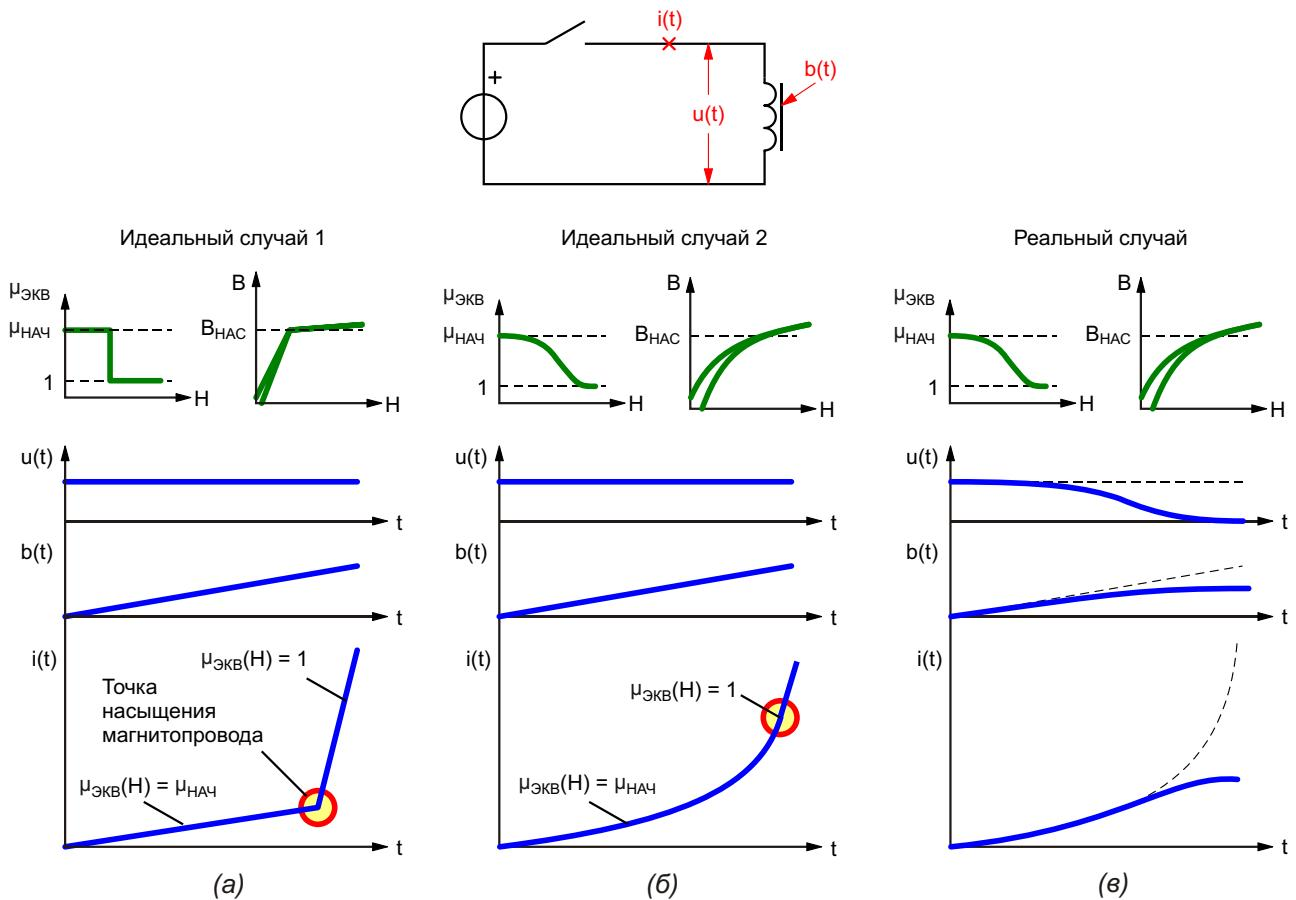

Рисунок 17. Формы напряжения, тока и индукции в различных случаях.
Как это явление влияет на токи обмоток? Рассмотрим вначале идеальный случай. Представим себе, что у нас есть источник напряжения, способный обеспечить нагрузку бесконечно большим током при неизменном напряжении на выходе. Подключим к нему дроссель с единственной обмоткой, число витков которой равно N , а активное сопротивление равно нулю (Рисунок 17). Также будем считать, что в момент подключения к источнику напряжения магнитопровод размагнчен.
Например, пусть эквивалентная магнитная проницаемость $\mu_{\text{ЭКВ}}$ изменяется резко (Рисунок 17а), что произойдет в схеме? Сразу после замыкания ключа ток в обмотке дросселя начнет линейно увеличиваться с относительно небольшой скоростью. Но как только магнитная индукция $b(t)$ достигнет величины насыщения $B_{\text{НАС}}$, из-за резкого уменьшения $\mu_{\text{ЭКВ}}$ произойдет скачкообразное
Если магнитопровод выполнен из материала, не имеющего резких перегибов кривой намагничивания (Рисунок 17б), то процессы будут аналогичны, только скорость нарастания тока будет увеличиваться не так стремительно. Но все равно, рано или поздно наступит момент, когда ток в обмотках начнет нарастать с той же самой скоростью, что и при отсутствии магнитопровода.
В реальности же все немного проще (Рисунок 17в). Неидеальность источника питания и наличие активного сопротивления обмотки приведут к «просадке» эквивалентного напряжения, подводимого к обмотке. Это, согласно формуле (39), приведет к уменьшению скоростей нарастания $b(t)$, $h(t)$ и $i(t)$. Если не принять никаких мер, то рано или поздно падение напряжения на активных сопротивлениях станет равным U , напряжение на выводах обмотки (эквивалентное), согласно второму закону Кирхгофа, станет равным нулю, что приведет к остановке нарастания индукции, напряженности магнитного поля и тока, а вся система перейдет в новое стационарное состояние.